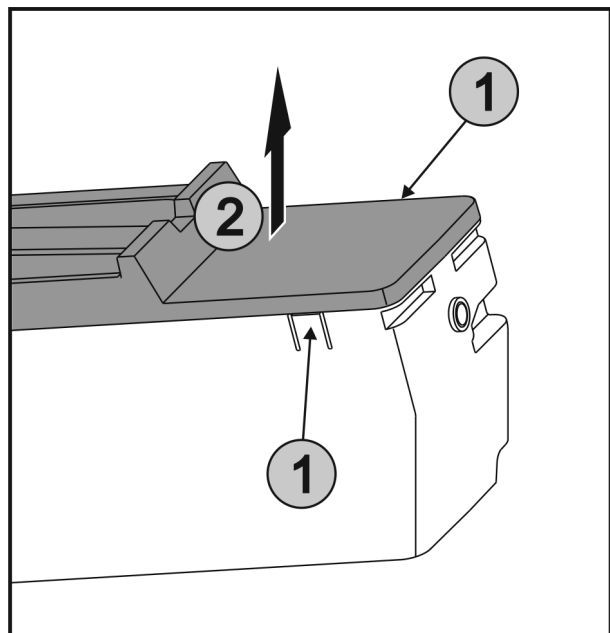

Fig. 81
- ▶ Натиснете едновременно езичетата Fig. 81 (1) от двете страни на EasyTwist-Ice и свалете капака Fig. 81 (2) нагоре.